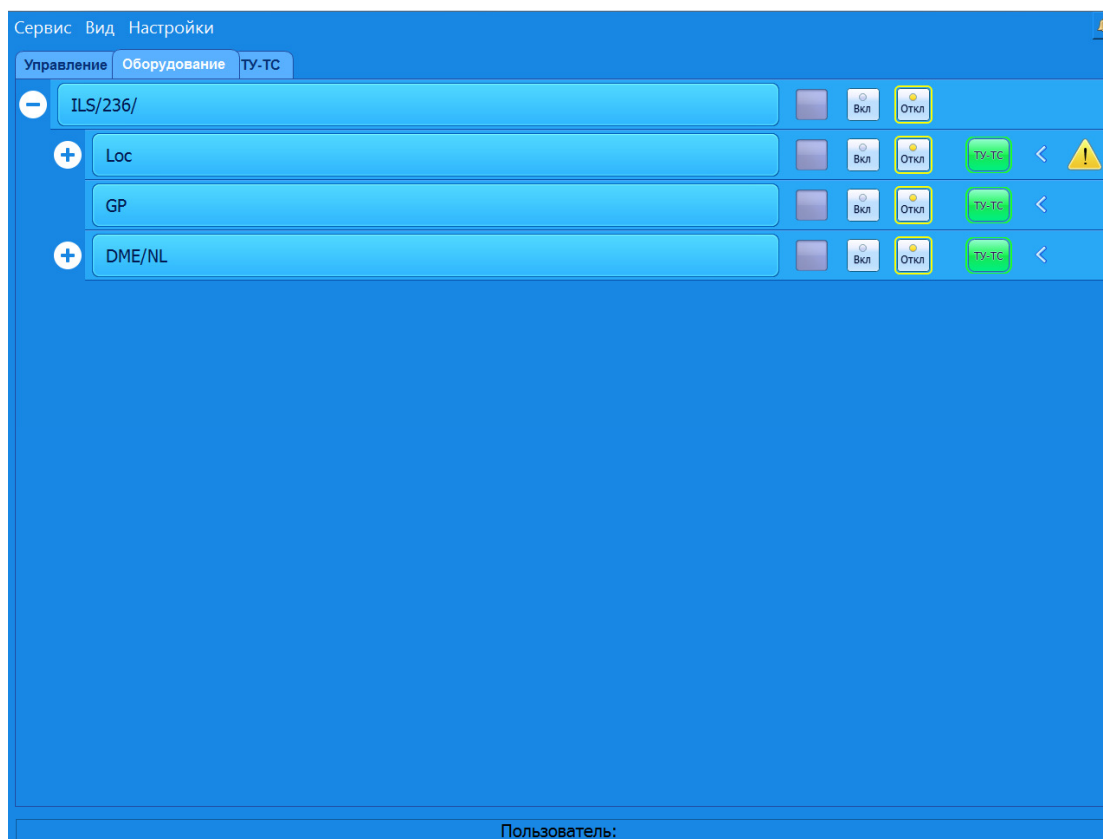

Рисунок 1.3 – Вид вкладки «Все объекты»
1.1.4. На вкладке «Все объекты» (рисунок 1.3) расположен список всех объектов, подключенных к МАРМ. Каждая строка отображает информацию об одном подключенном объекте.